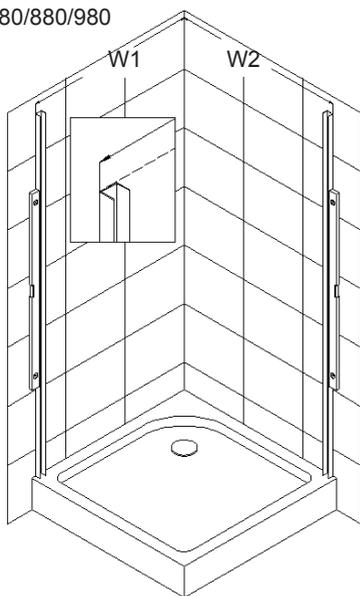

Рис. 3
3. Зафиксируйте профиль настенный (**01**) при помощи шурупа с плоской головкой 4.2×45 (**13**). См. рис. 3 и 4 для более подробной информации.